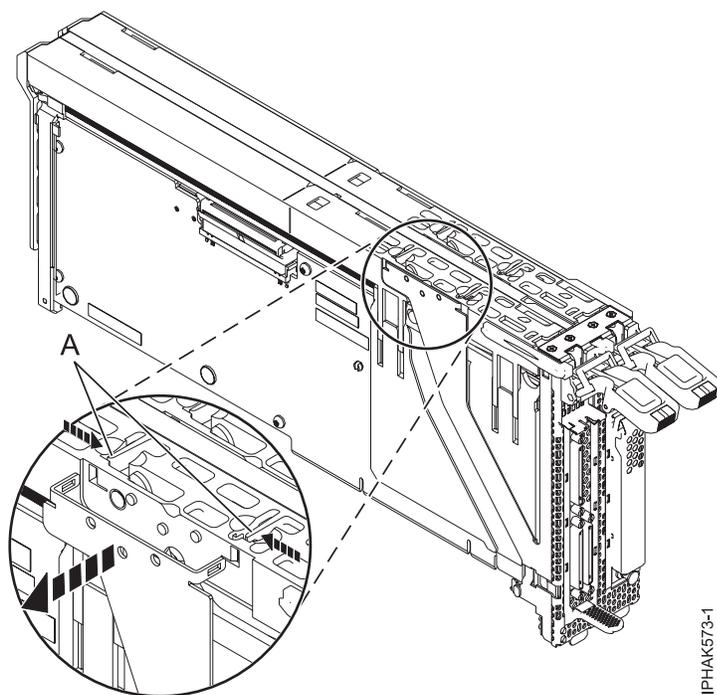

Figure 66. Dépose du cache
- Détachez les bras extérieurs du bloc de cache en déverrouillant les taquets en plastique (A). Voir figure 66.